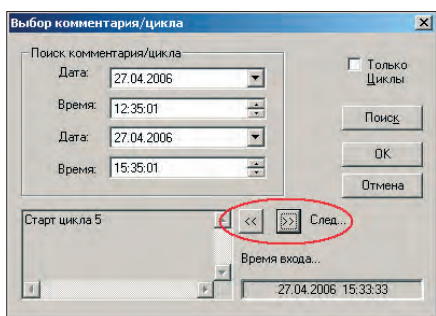

Рис. 36. Выбор комментария/цикла
2. В появившемся окне «Выбор комментария/цикла» указать временной диапазон и нажать кнопку **Поиск**. При этом будет выполнен поиск комментариев цикла и партии, имеющих в архиве, на указанный интервал времени. Результат поиска будет отображён в окне. Выберите необходимый комментарий с помощью кнопок, как показано на рис. 36. Метка времени, соответствующая этому комментарию, будет скопирована в **Начало (Окончание)** диапазона.